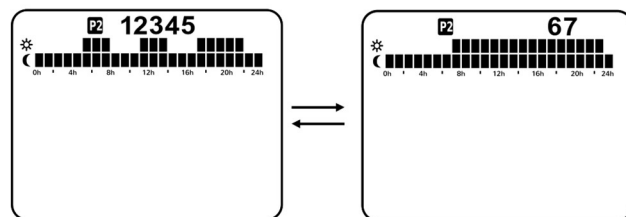

Figura 5. Programação do programa 2, de segunda a sexta-feira e de sábado a domingo.
6. E, por último, aperte a peça de segurança até ao máximo, para baixo para sentir que confina com o radiador (Figura 5).